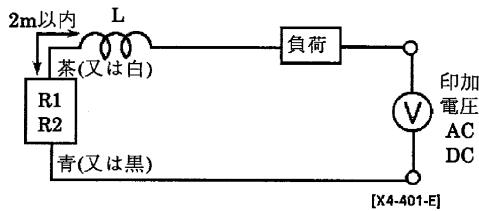
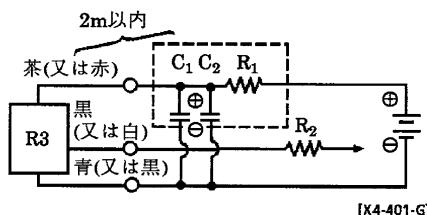

図7 ● チョークコイル
図9 ● 電源ノイズ吸収回路
- リード線配線長が10mを越える場合は、図7、8（R1、R2の場合）、図9（R3の場合）に示す保護回路を必ず設けてください。